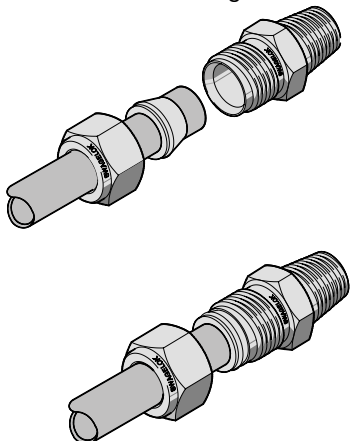

Figure 6 : Installation de l'assemblage pré-serti dans le corps du raccord
13. Installez l'assemblage pré-serti dans le corps du raccord. Vissez et serrez manuellement l'écrou sur le corps du raccord. Voir la figure 6.